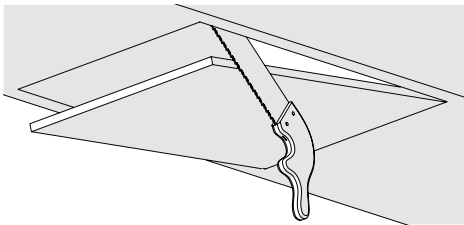

Fig. 2
- Corte la superficie inferior del cuerpo donde se instalará la campana en las dimensiones especificadas en el dibujo técnico (Fig. 2).